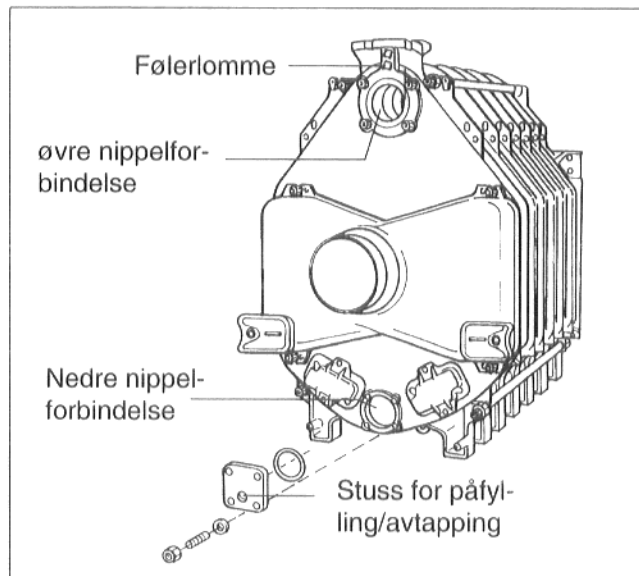

Fig. 15
- Følerlommen 3/4» (110 mm lang) pakkes og monteres oppe ved øvre nippelforbindelse, i den nederste av de to utboringer (Fig. 15).
- Skulle det være lekkasje ved en nippelforbindelse, tappes vannet av kjelen gjennom avtappingsstussen (Fig. 15).